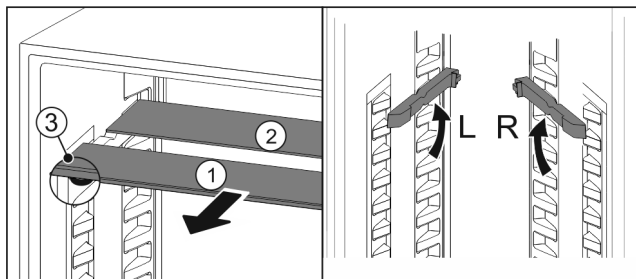

Fig. 127
- ▶ Extrageți Fig. 127 (1) pe rând plăcile de sticlă spre înainte.
- ▷ Placa de sticlă Fig. 127 (1) cu șipca decorativă se află în față.
- ▷ Opritoarele Fig. 127 (3) indică în jos.